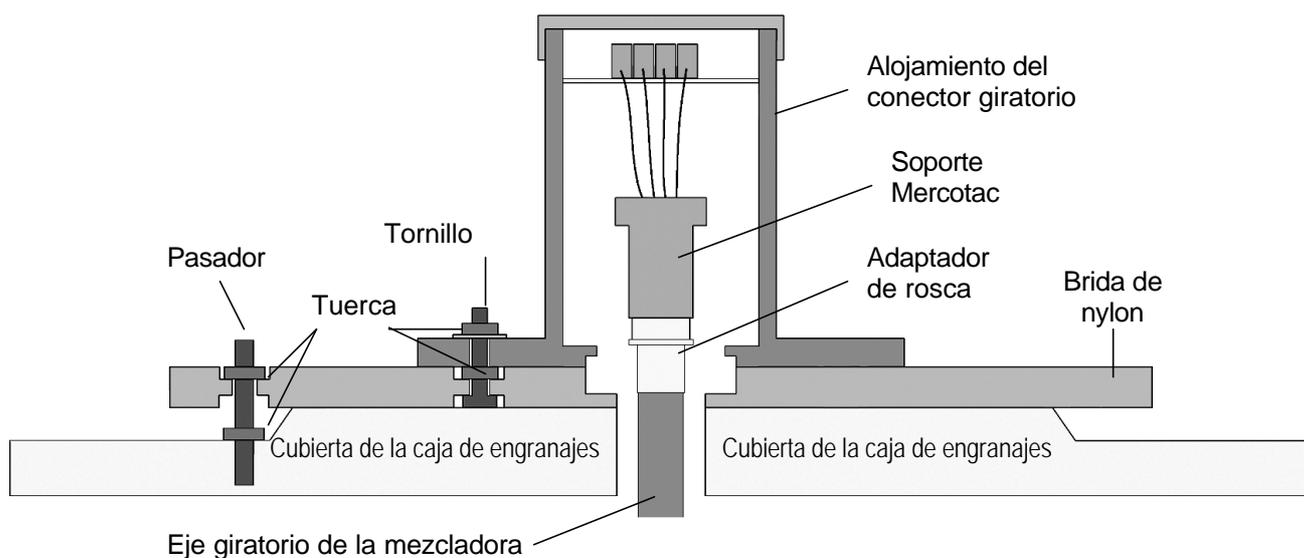

Figura 18 – Montaje del conector giratorio de tipo ‘A’
- Monte la brida en la parte superior de la cubierta protectora, y sustituya los tornillos de la cubierta protectora con pernos más grandes. Asegúrese de que los tornillos prisioneros que fijan el conector giratorio están colocados (Figura 18)